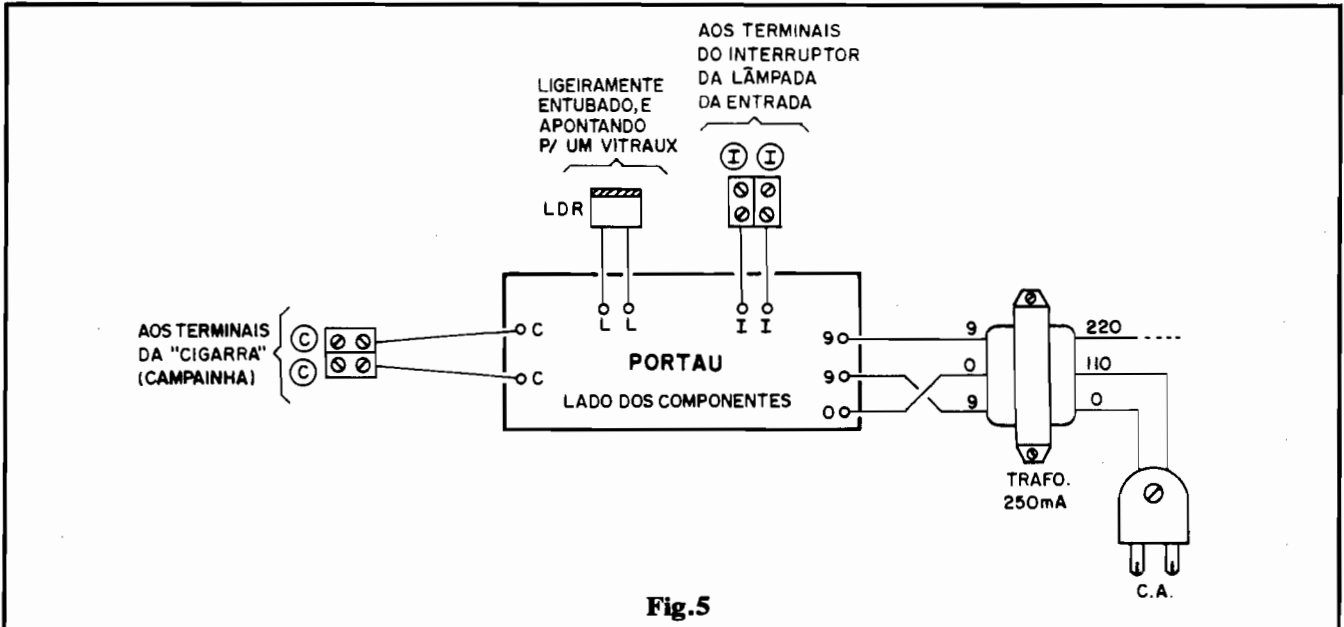

Fig.5
- FIG. 5 - CONEXÕES EXTERNAS À PLACA - As ligações e componentes "periféricos" têm seu diagrama geral na figura... Observar as ligações do secundário do trafo, obedecendo às posições marcadas com "9-0-9" (e que exigem um "cruzamento" de fios, conforme se vê...). As conexões do primário do trafo ao "rabicho" estão, na figura, con-